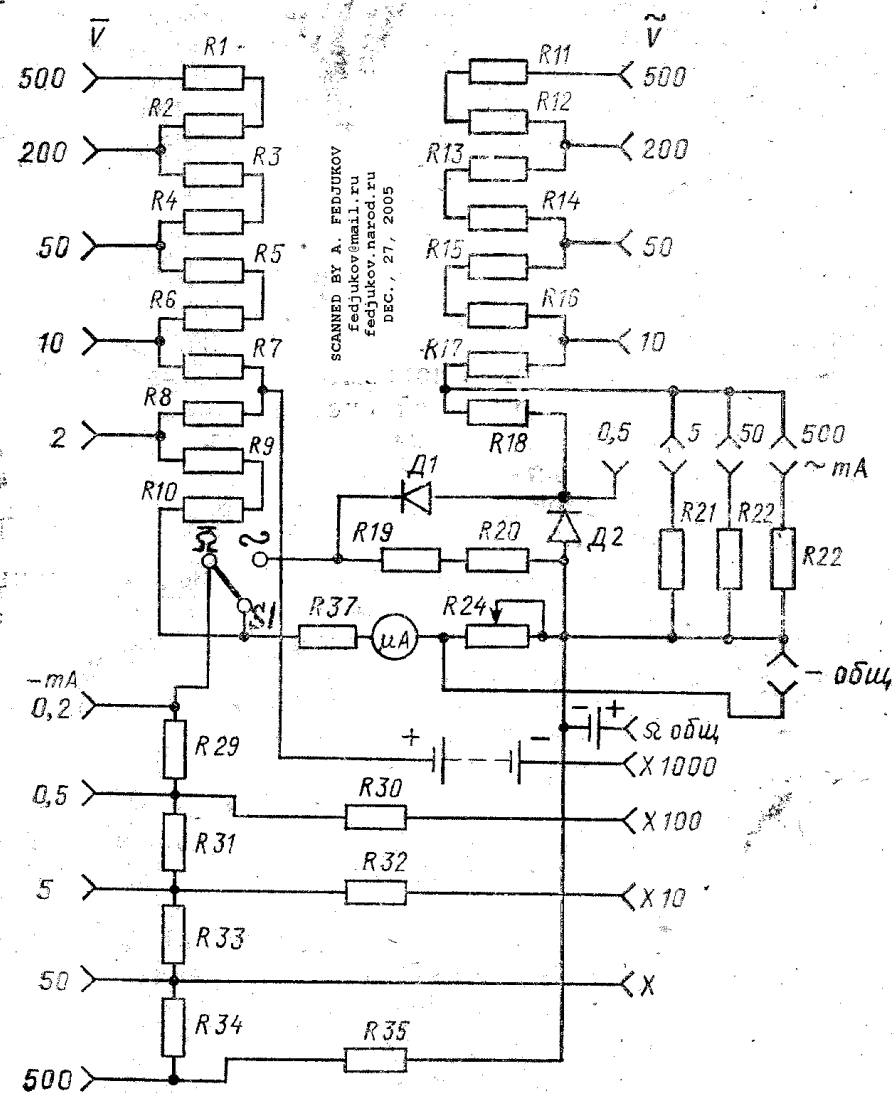

Рис. 1.
3. 1. Электрическая принципиальная схема прибора (рис. 1)